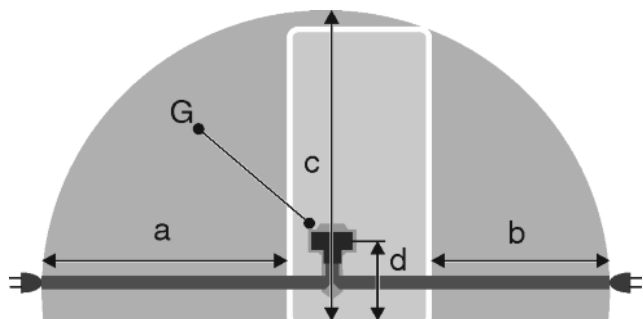

Fig. 43
- Розетка знаходиться за межами зони задньої стінки пристрою у заданому діапазоні Fig. 43 (a, b, c).
- ▶ Штекер пристрою Fig. 43 (G) вставити на задній стінці пристрою. Слід звернути увагу на належну фіксацію.